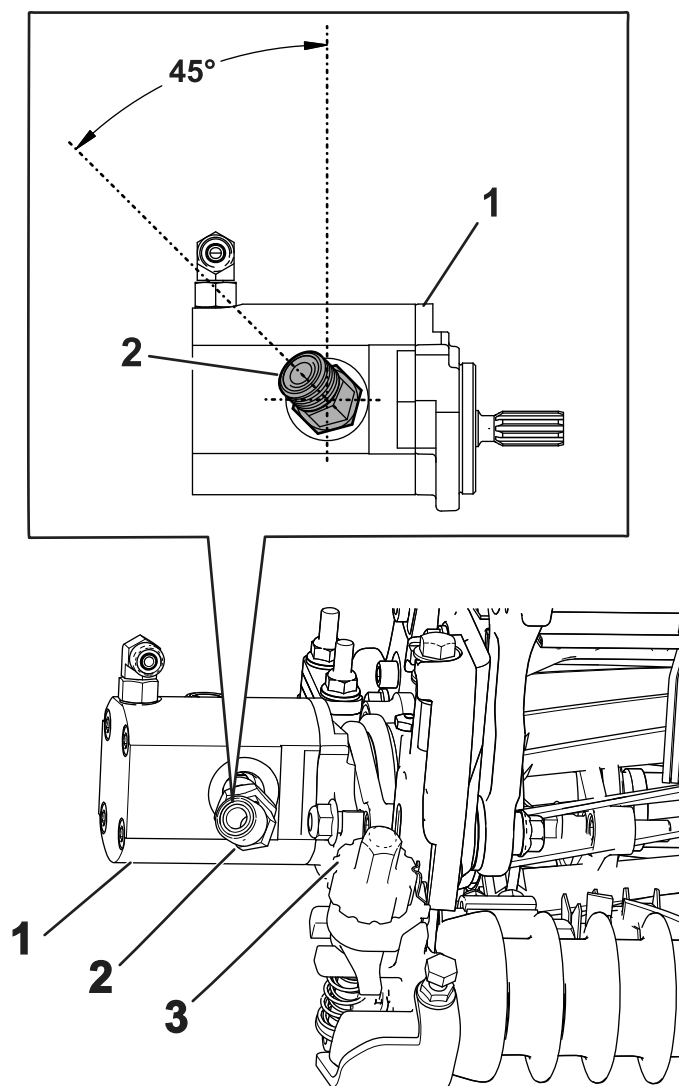

Рисунок 21
4. Установите новый 45-градусный штуцер так, чтобы угол штуцера был расположен, как показано на Рисунок 21. Затяните штуцер с моментом от 47 до 58 Н·м.